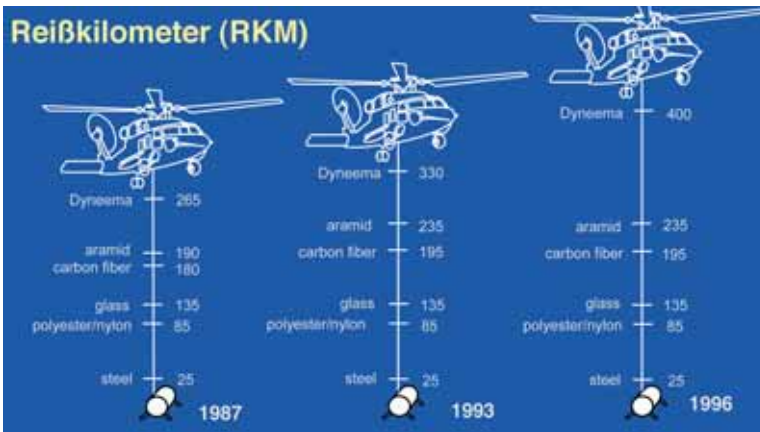

Abb. 11: Reißfestigkeit von Dyneema®
UHMW-PE hat ein sehr hohes Molekulargewicht, das 10-100 Mal höher ist, als das des normalen Polyethylens (PE). Die Polymerketten sind streng in Faserrichtung geordnet, während die des „normalen“ PE relativ ungeordnet sind (Abb. 11). Das hohe Molekulargewicht kombiniert mit der kristallinen Ordnung bedingen die außergewöhnlichen Eigenschaften dieses Materials, die die der Aramidfasern in einigen Bereichen übertreffen.